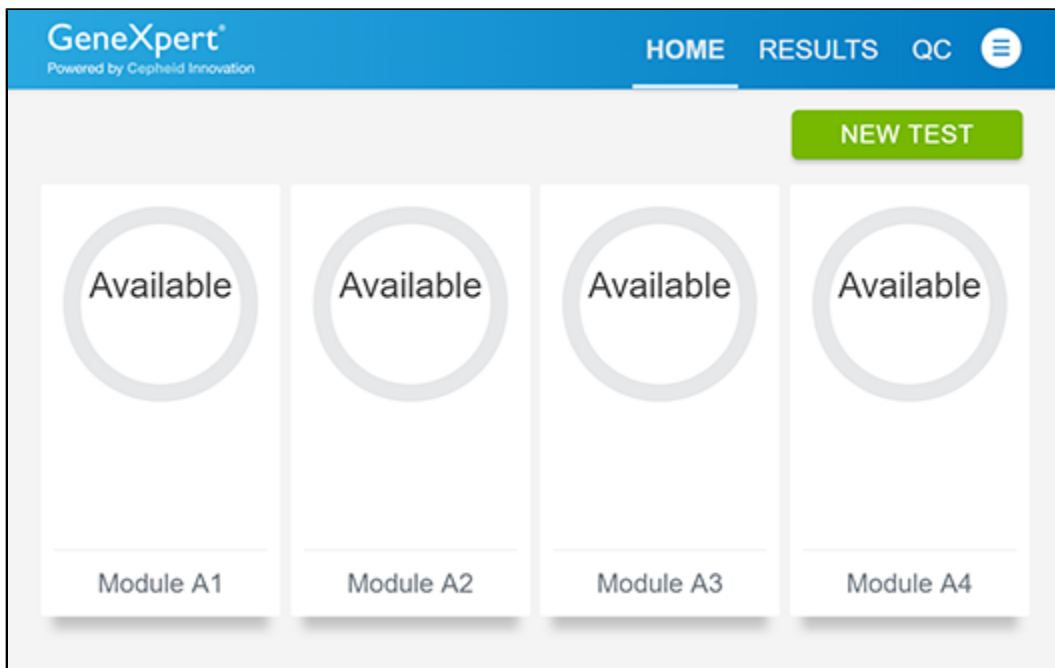

Figure 23. Écran Accueil (Home)
- Si cela est autrement requis par les procédures standard de contrôle qualité (CQ) de votre établissement
1. Mettez une nouvelle paire de gants si vous effectuez un nouveau test. Appuyez sur le bouton **CQ (QC)** sur l'écran d'accueil (voir la Figure 23).